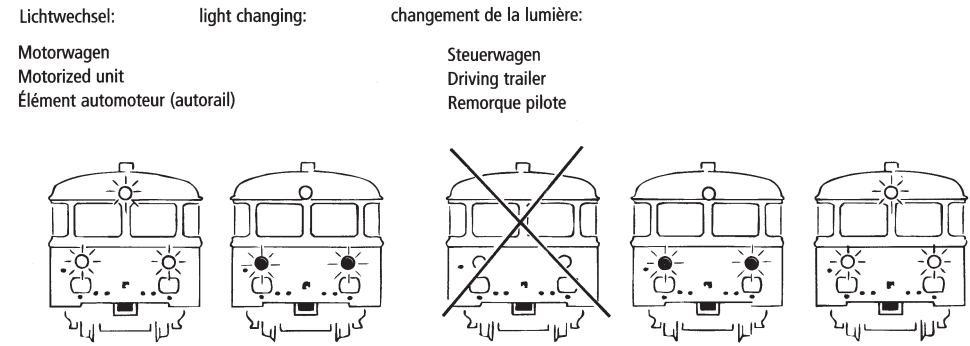

Fig. 9
Ausführung für Wechselstrom: siehe Fig. 9 + (I - XX)
Version en courant alternatif: voir fig. 9 + (I - XX)
A.C. operation: see fig. 9 + (1 - XX)